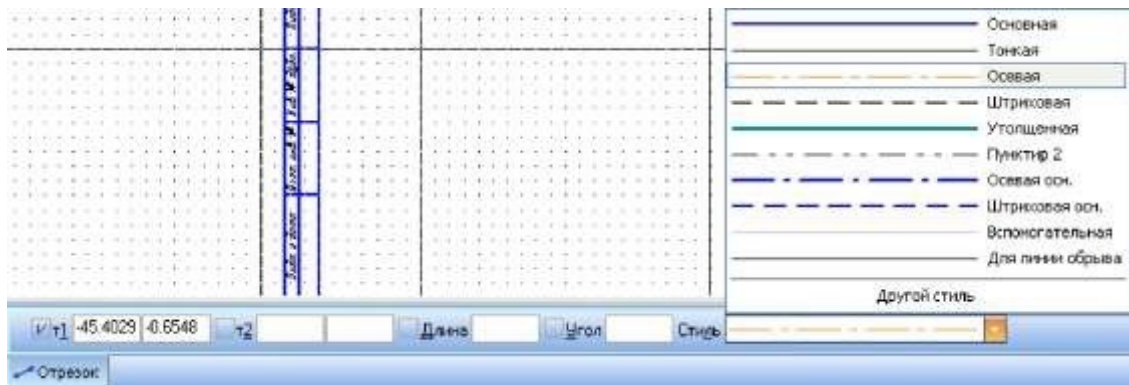

Рисунок 4.11 – Выбор стиля Осевая
10. Выберите команду *Отрезок* и установите в панели свойств стиль начертания линии *Осевая* (рисунок 4.11).